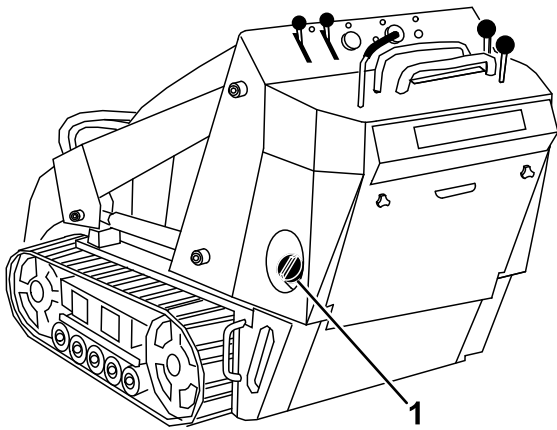

Figure 3
3. Nettoyez la surface autour du bouchon du réservoir et enlevez le bouchon (Figure 3).